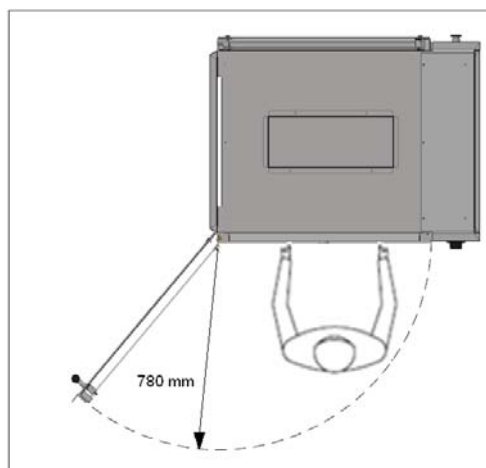

Figura 2.1
- Il personale deve disporre di uno spazio adeguato per l'impiego dell'unità (v. figura 2.1).